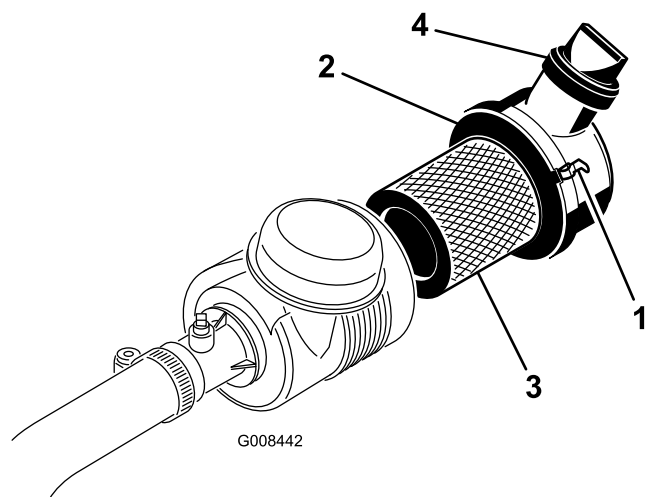

Figura 37
1. Liberte os trincos que fixam a cobertura do filtro de ar ao respectivo corpo (Figura 37).
7. Volte a montar a cobertura e fixe os trincos (Figura 37).